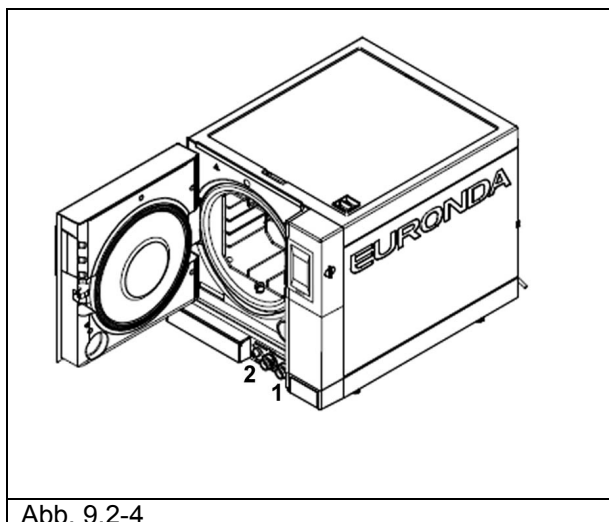

Abb. 9.2-4
1. Zum Entleeren des Frischwassertanks, das angeschlossene Ende des mitgelieferten Schlauchs in den Anschluss unten auf der Frontseite (1 von Abb. 9.2-4) und das andere Ende in ein leeres Gefäß stecken.
2. Den internen Brauchwassertank entleeren: dazu den mitgelieferten transparenten Schlauch mit einem Ende in den Anschluss unten an der Vorderseite des Geräts stecken (2 in Abb. 9.2-4) und das andere Ende in einen leeren Behälter einführen.